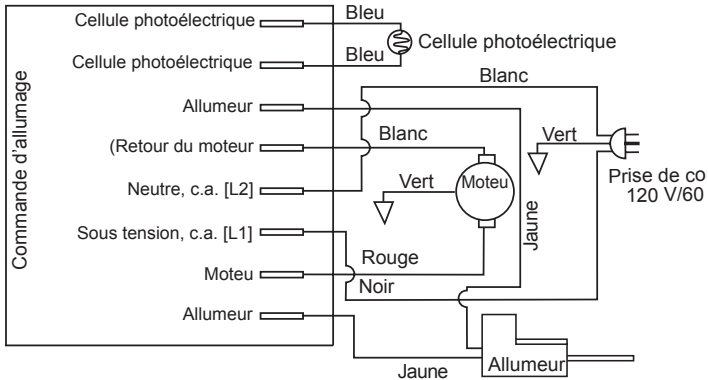

Figure 30 - Schéma électrique, modèle 40
14. Placez une feuille de papier abrasif fin (600) sur une surface plate et frottez le rotor sur la feuille d'un mouvement en forme de « 8 ». Répétez quatre fois (voir Figure 30).